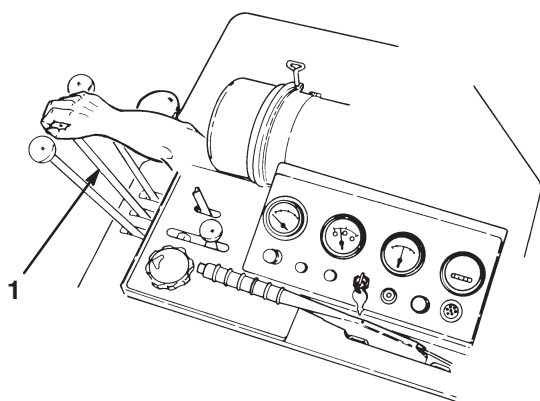

Figure 6
2. Le frein de stationnement étant serré, mettez la machine en marche et réglez l'accélérateur à mi-course. Relâchez le levier de verrouillage du bras de levage pour les plateaux de coupe N° 1, 2 et 3, puis placez la commande de levage de cylindre des plateaux de coupe 1, 2 et 3 à la position inférieure (Fig. 6). Relâchez le levier et laissez-le revenir au point mort.